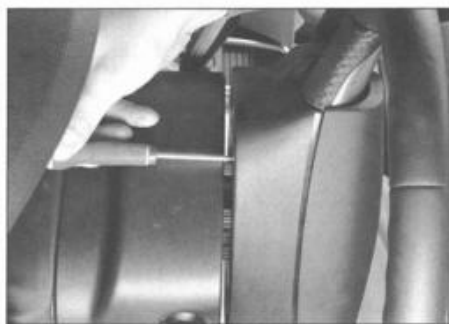

FIG. 6
- Girar el volante para poder acceder a los clips de retención del airbag (fig. 6).